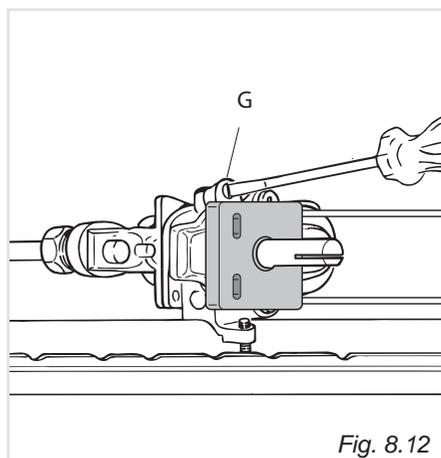

Fig. 8.12
- Sfilare la manopola del termostato e passando attraverso il foro del frontale con un cacciavite a taglio, svitare di circa un giro la vite by-pass "G" (fig. 8.12).
- Avvitare lentamente la vite by-pass "G" (fig. 8.12) fino all'ottenimento di una fiamma lunga 3-4 mm.